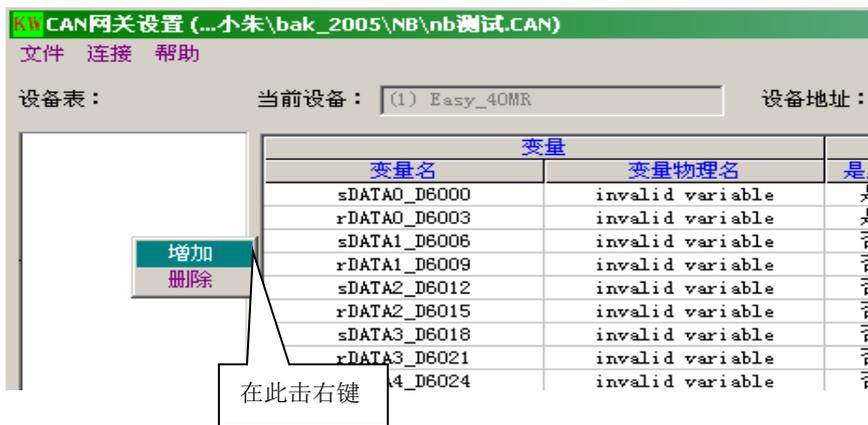

图 10-3
- 1)、鼠标移到设备表区 → 击右键 → 选增加(如图 10-3);